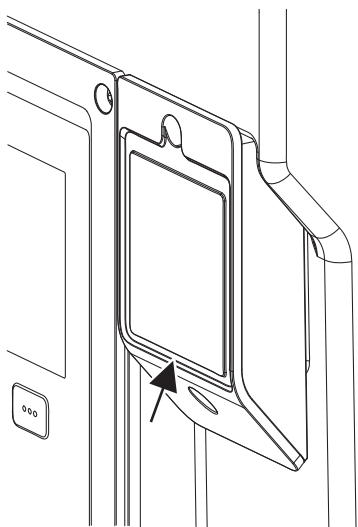

Fig. 28: Poklopac za Wilo-Smart Connect modul BT
1. Otpustiti zavrtnj Wilo-Smart Connect poklopca modula (Fig. 28) i otvoriti poklopac.
Zbog konstrukcije, Wilo-Smart Connect Modul BT se može utaknuti samo u jednom smeru. Dodatno fiksiranje samog modula se ne vrši. Poklopac Wilo-Smart Connect modula (Fig. 28) na gornjem delu elektronskog modula čvrsto drži modul u interfejsu.